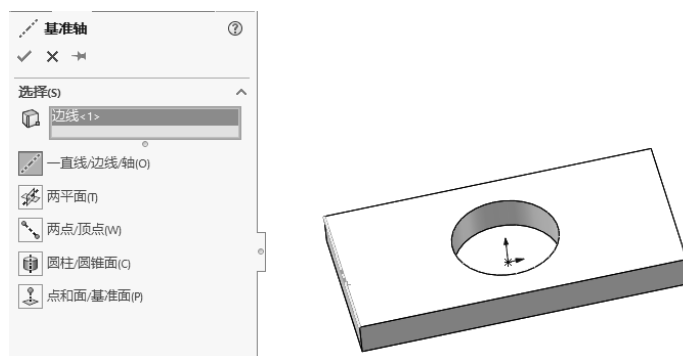

图 1-92 【一直线/边线/轴】方式建立基准轴
- (1) 使用【一直线/边线/轴】方式建立基准轴，如图 1-92 所示。